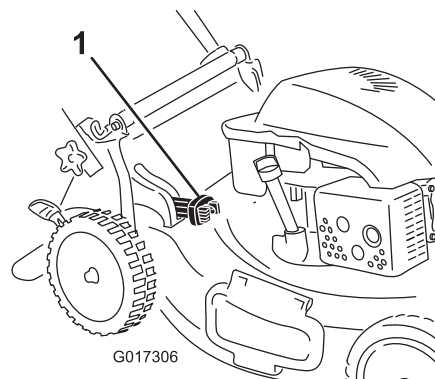

Figure 18
- Pour ramasser les déchets d'herbe et de feuilles, appuyez sur le bouton du levier de ramassage sur demande et déplacez le levier complètement en avant jusqu'à ce que le bouton ressorte (Figure 18)